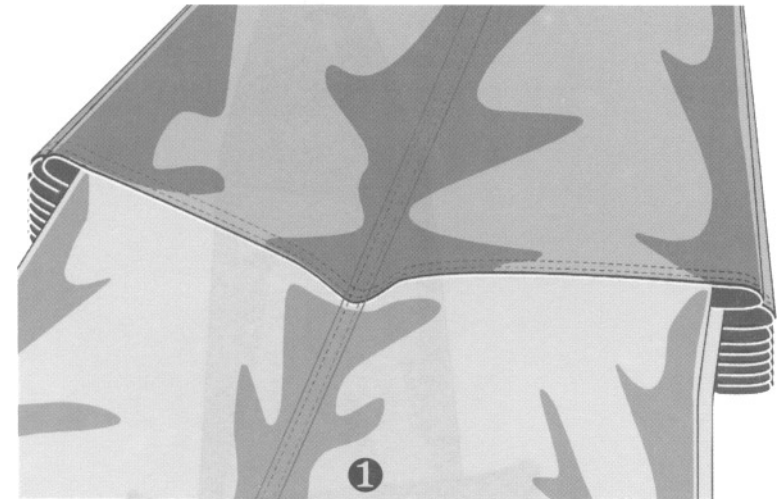

Abb. 3
3. Der Schirm wird nun auf den Boden gelegt die Kappenbahnen aufgeteilt und übereinander ausgerichtet. Nun liegen jeweils die Hälfte der Bahnenanzahl rechts und links neben den Fangleinen. Dieser Arbeitsgang muß unter ständiger Spannung zwischen dem fixierten Scheitel und den Fangleinen durchgeführt werden, um sicherzugehen, daß die Bahnen faltenfrei aufeinander liegen. Die obere Kappenbasis muß ebenfalls faltenfrei sortiert werden (Anmerkung: Es empfiehlt sich, bei den Doppelkappenschirmen eine zweite Person zur Hilfe hinzuzunehmen, um eine best mögliche Sortierung der Kappe zu erzielen). (Abb. 3)
The top canopy periphery must be sorted without creases in a similar fashion. (Note: It is recommended, with double-capped reserves to get the help of a second person, to achieve the best possible sorting of the canopy.) (Figure 3)